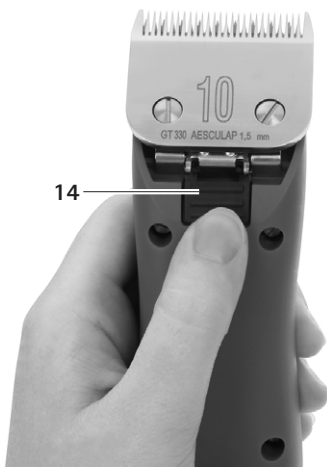

Fig. 4
- Tryck på klipphuvudslåsningen 14, se Fig. 4.